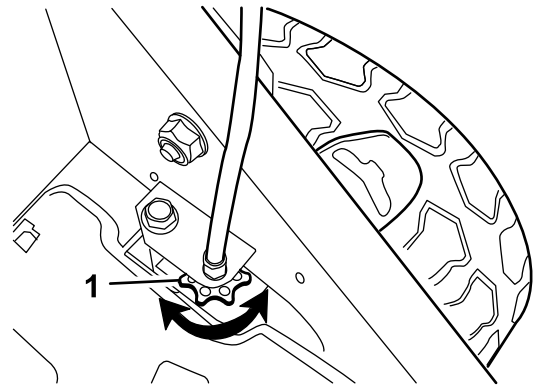

Figura 25
- Se as rodas não rodarem quando engata a barra de transmissão autopropulsora, a correia de tração está solta. Rode o manípulo de controlo da transmissão das rodas (Figura 25) uma volta para a direita e repita os passos 4 a 6.
- Se as rodas rodarem antes de engatar a barra de transmissão autopropulsora totalmente, a correia de tração está demasiado apertada. Rode o manípulo de controlo da transmissão das rodas (Figura 25) uma volta para a esquerda e repita os passos 4 a 6.